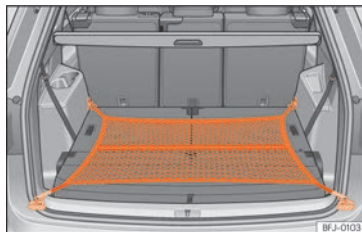

Abb. 205 Im Gepäckraum: flach eingehängtes Gepäckraumnetz.
- Hängen Sie die Haken in die Verzurrrösen ein » (Abb. 205), » ⚠. Der Reißverschluss des Gepäckraumnetzes muss dabei nach oben zeigen.